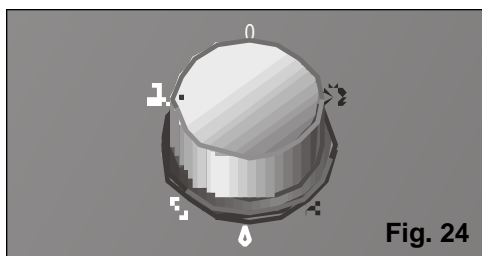

Fig. 24
- Selezionate la velocità di purificazione: massima  o silenziosa , **Fig. 24**.